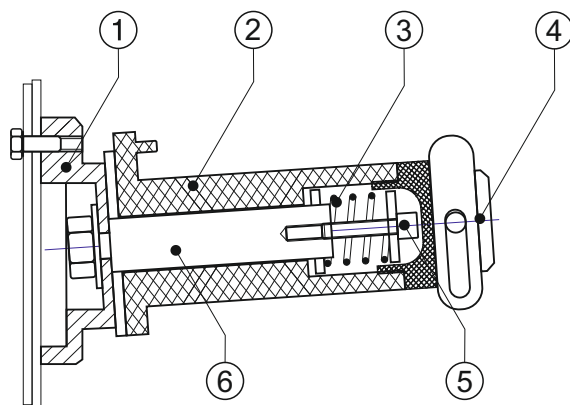

рис.3.7
ВНИМАНИЕ! Для исключения соскакивания катушки с сварочной проволокой обязательно зафиксируйте ее фиксатором поз.4 рис.3.7.
- отвернуть заглушку втулки поз.4 рис.3.7;
- затянуть регулировочный винт поз.5 рис.3.7 для увеличения усилия торможения, или ослабить его для уменьшения усилия торможения;